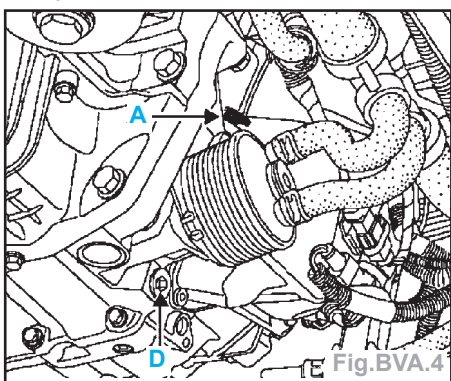

Fig.BVA.4
- La vidange s'effectue par le bouchon (D) (Fig.BVA.4).